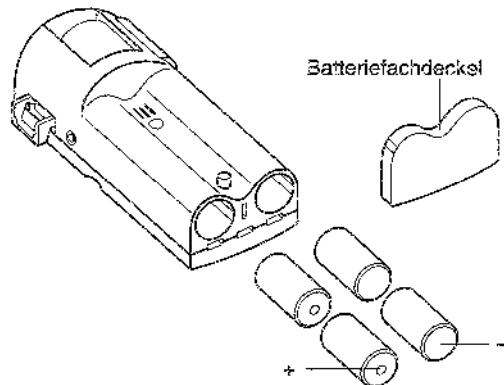

Abbildung 3: Batterien einlegen
2. Legen Sie alle vier Batterien (Babyzellen) ein, Polarität siehe Abbildung 3. Setzen Sie den Deckel wieder auf.